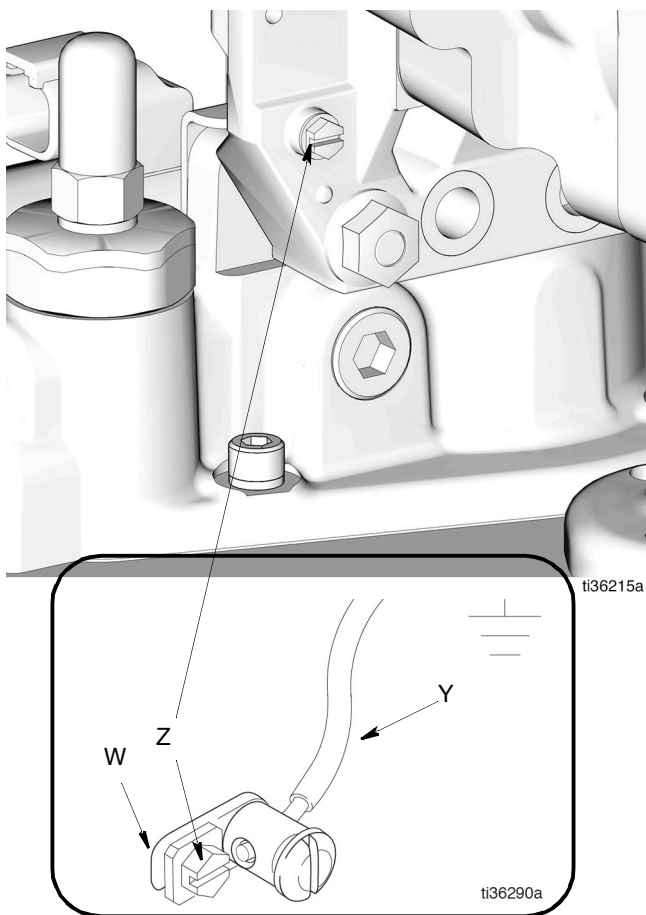

Рис. 1
Заземление насоса. Выкрутите болт заземления (Z), расположенный на задней стороне редуктора, и вставьте его в проушину круглой клеммы (W) на конце провода заземления (Y). Вкрутите болт заземления (Z) обратно в основание насоса и надежно затяните его. Подсоедините второй конец провода заземления (Y) к точке фактического заземления (Рис. 1). Для заказа провода заземления и зажима указывайте в заказе арт. № 222011.